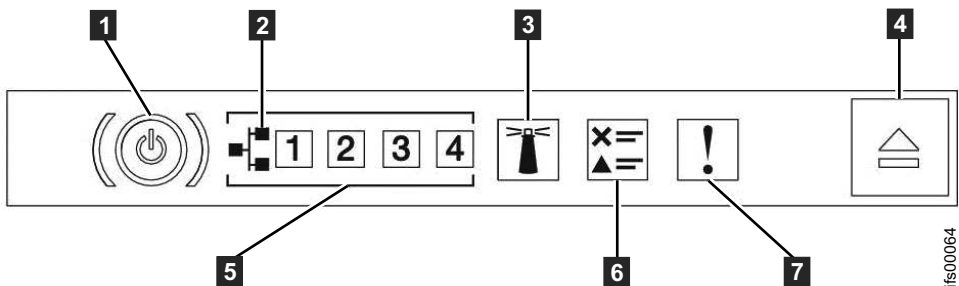

图 44. SAN Volume Controller 2145-DH8 操作员信息面板
1. **SAN Volume Controller 2145-DH8**操作员信息面板上的系统错误指示灯 **7**（如图 44 中所示）是点亮还是闪烁？